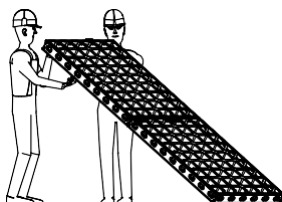

Fig. B1.02
3. Елементите да се пренасят от двама работници. (Fig. B1.02 + B1.02a).